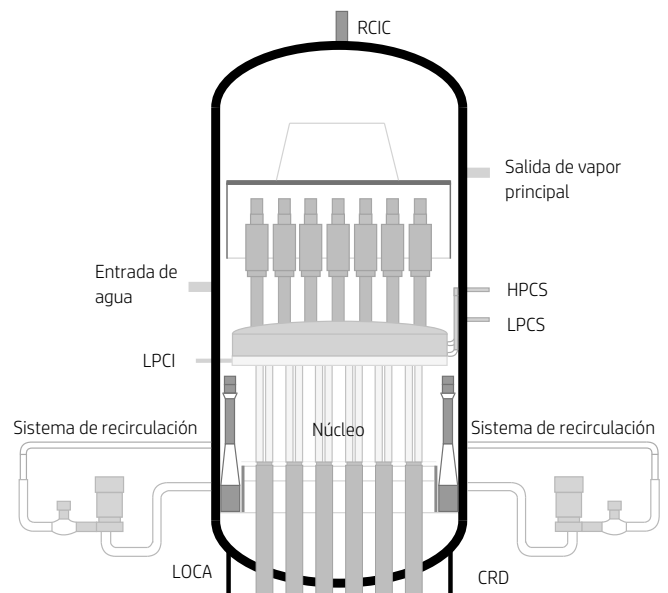

Figura 5. Reactor nuclear de agua hirviendo (BWR)
**Descripción y especificaciones del proyecto.-** Dentro del proyecto de expansión de una planta nuclear se considera viable la implementación de un reactor de fisión tipo BWR (*Boiling Water Reactor*) para la generación de energía eléctrica a través del vapor generado por este. Ver Figura 5.